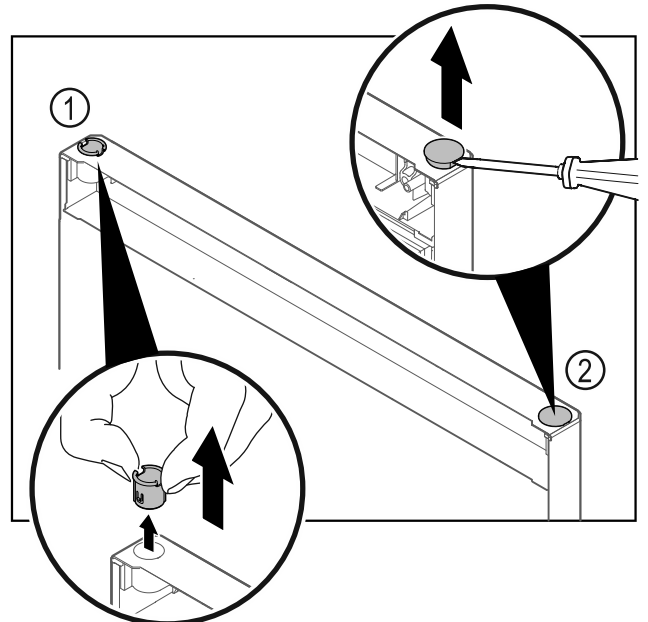

Fig. 27
- Vedä saranaholkki Fig. 27 (1) sormin pois.
- Kohota suojanastaa Fig. 27 (2) varovasti talttaruuvimeis- selillä ja vedä se pois.